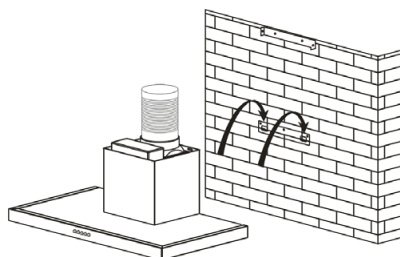

fig. 4
- Collocare e connettere il corpo della cappa su questo supporto con le viti previste incluse (fig. 4).